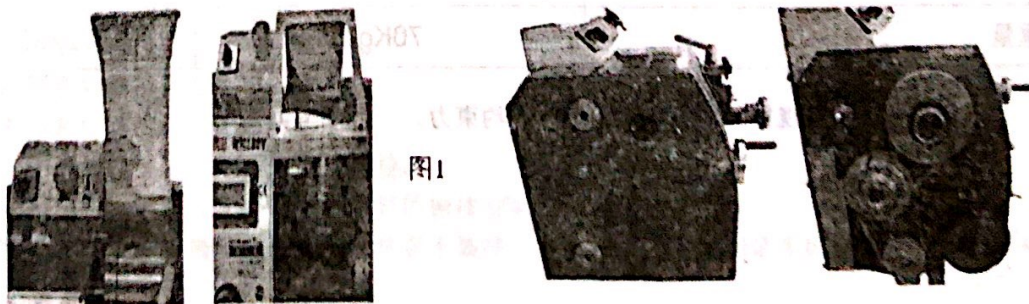

图1
2. 机床起动前，安全防护罩应处于正确位置。机床按欧洲 CE 标准生产，带有两处安全保护装置，包括卡盘护罩开启断电装置及齿轮罩开启断电装置，两处护罩在未复位情况下（图 1），机床不能通电工作。